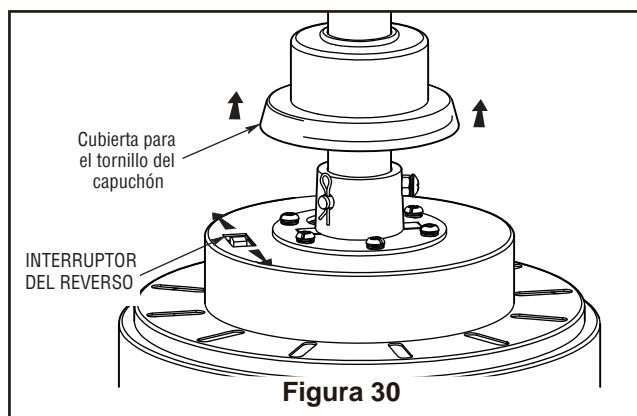

Figura 30
4. Si se desea que el flujo del aire vaya en la dirección opuesta, apague el ventilador y espere a que se detengan las palas. Deslice la carcasa de la cubierta para visualizar el interruptor del reverso. Deslice el interruptor del reverso ubicado en la parte superior del motor hacia la posición opuesta y encienda de nuevo el ventilador. (Figura 30)